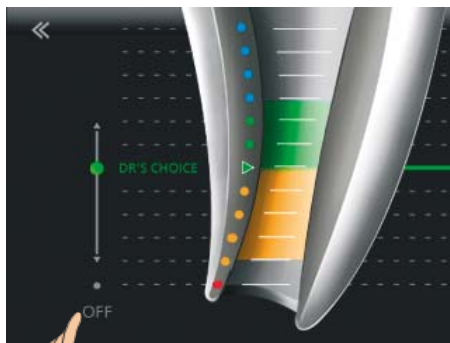

图 25 点击 OFF (关闭)
- 返回设置菜单, 选择 DR'S CHOICE 并点击 OFF (关闭), 则可取消 DR'S CHOICE 根尖线 (图 25)。